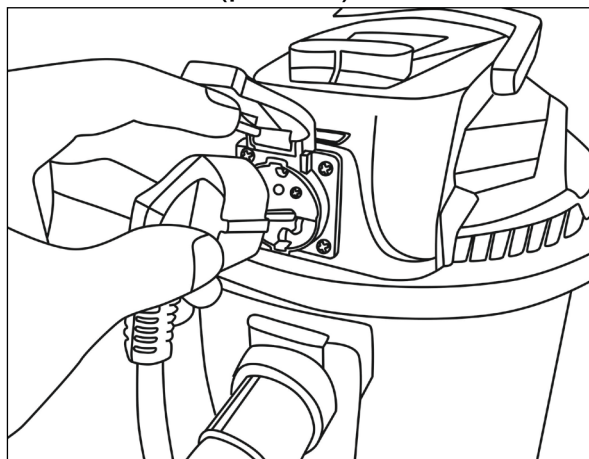

Рис.12 Розетка для подключения электроинструмента
- Положение «II» – выключатель нажат вправо, пылесос включен двигатель не работает. Начиная работать сразу при пуске электроинструмента, который подключен к розетке на крышке пылесоса (рис.12), и отключается через несколько секунд после остановки электроинструмента.